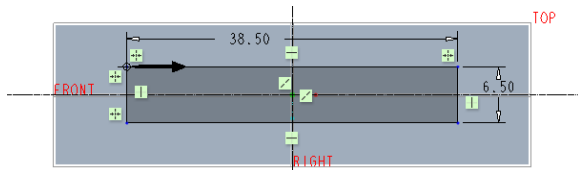

图 6-170 绘制剖面 1
(3) 绘制第一个截面 (剖面 1), 如图 6-170 所示, 单击 (确定) 按钮。